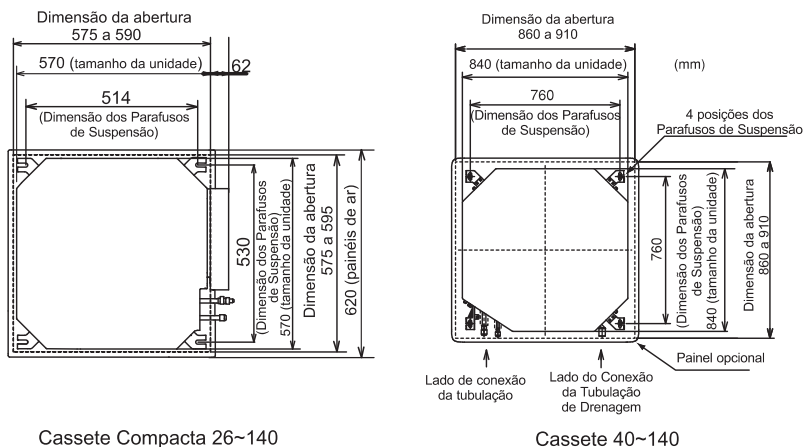

Fig 3.3 Abertura de Teto Falso e Parafusos de Suspensão
- Corte a área da unidade interna no teto falso e instale os parafusos de suspensão, como mostrado na Fig.3.3.